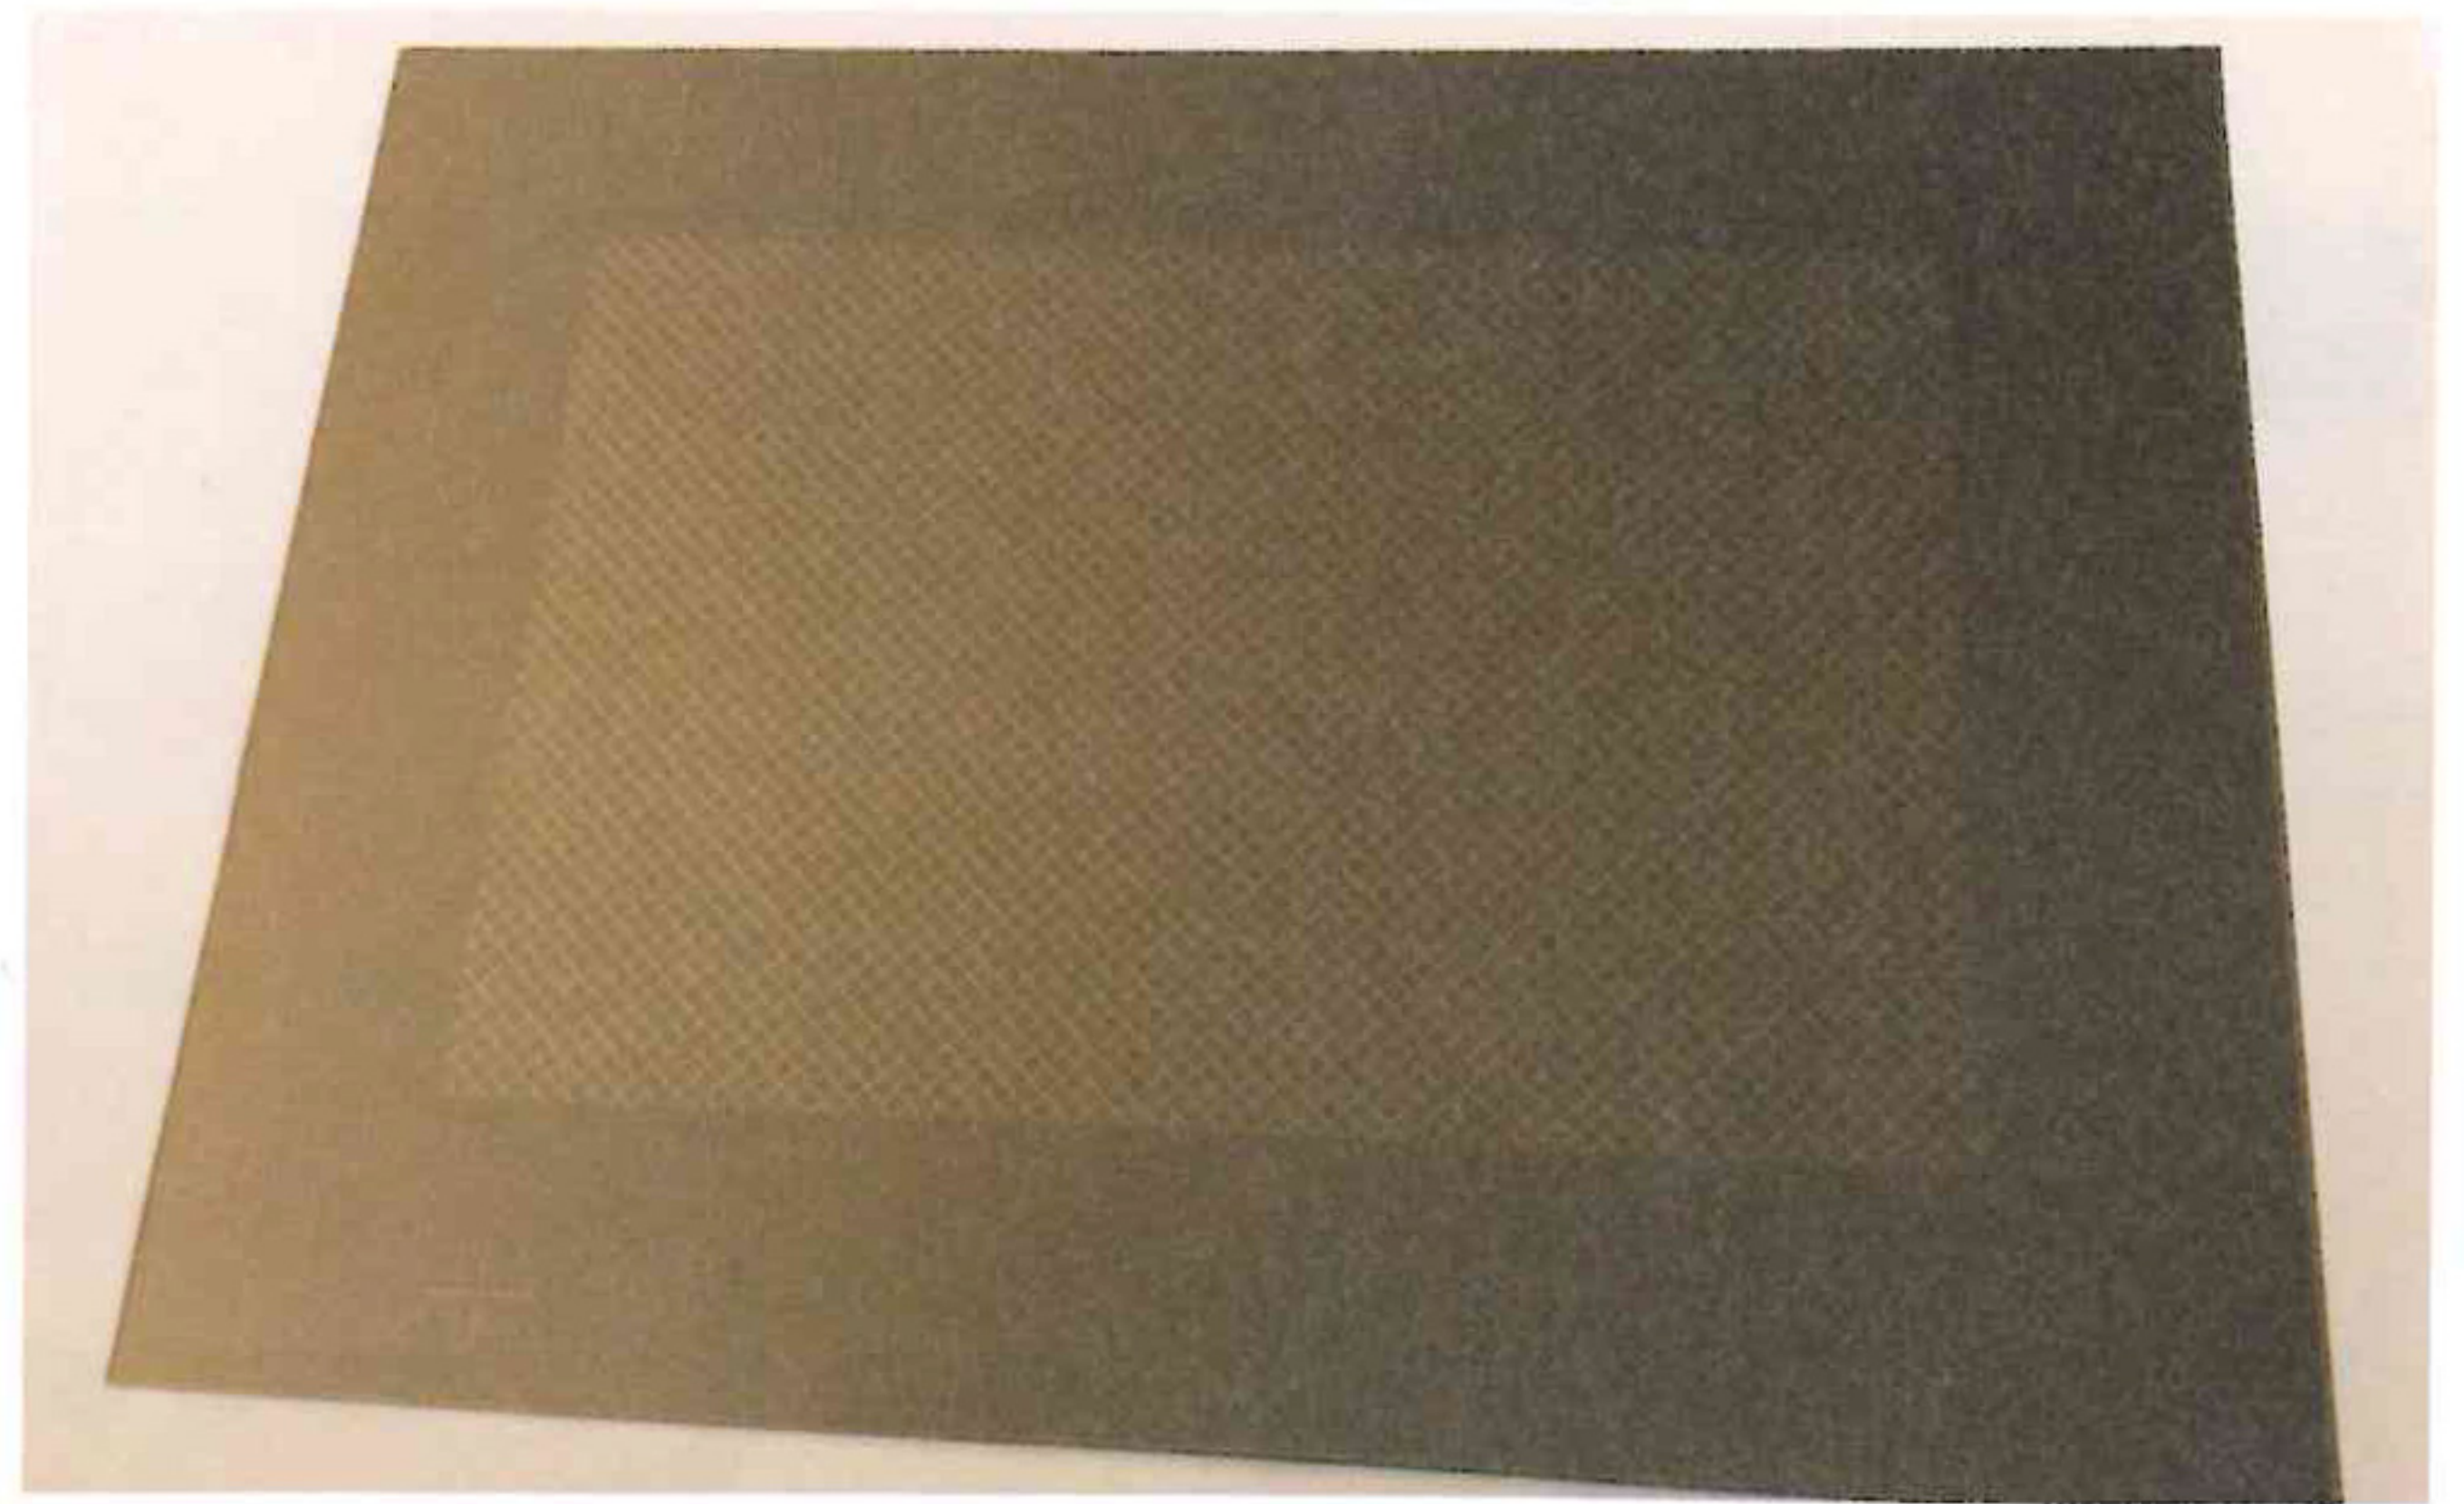
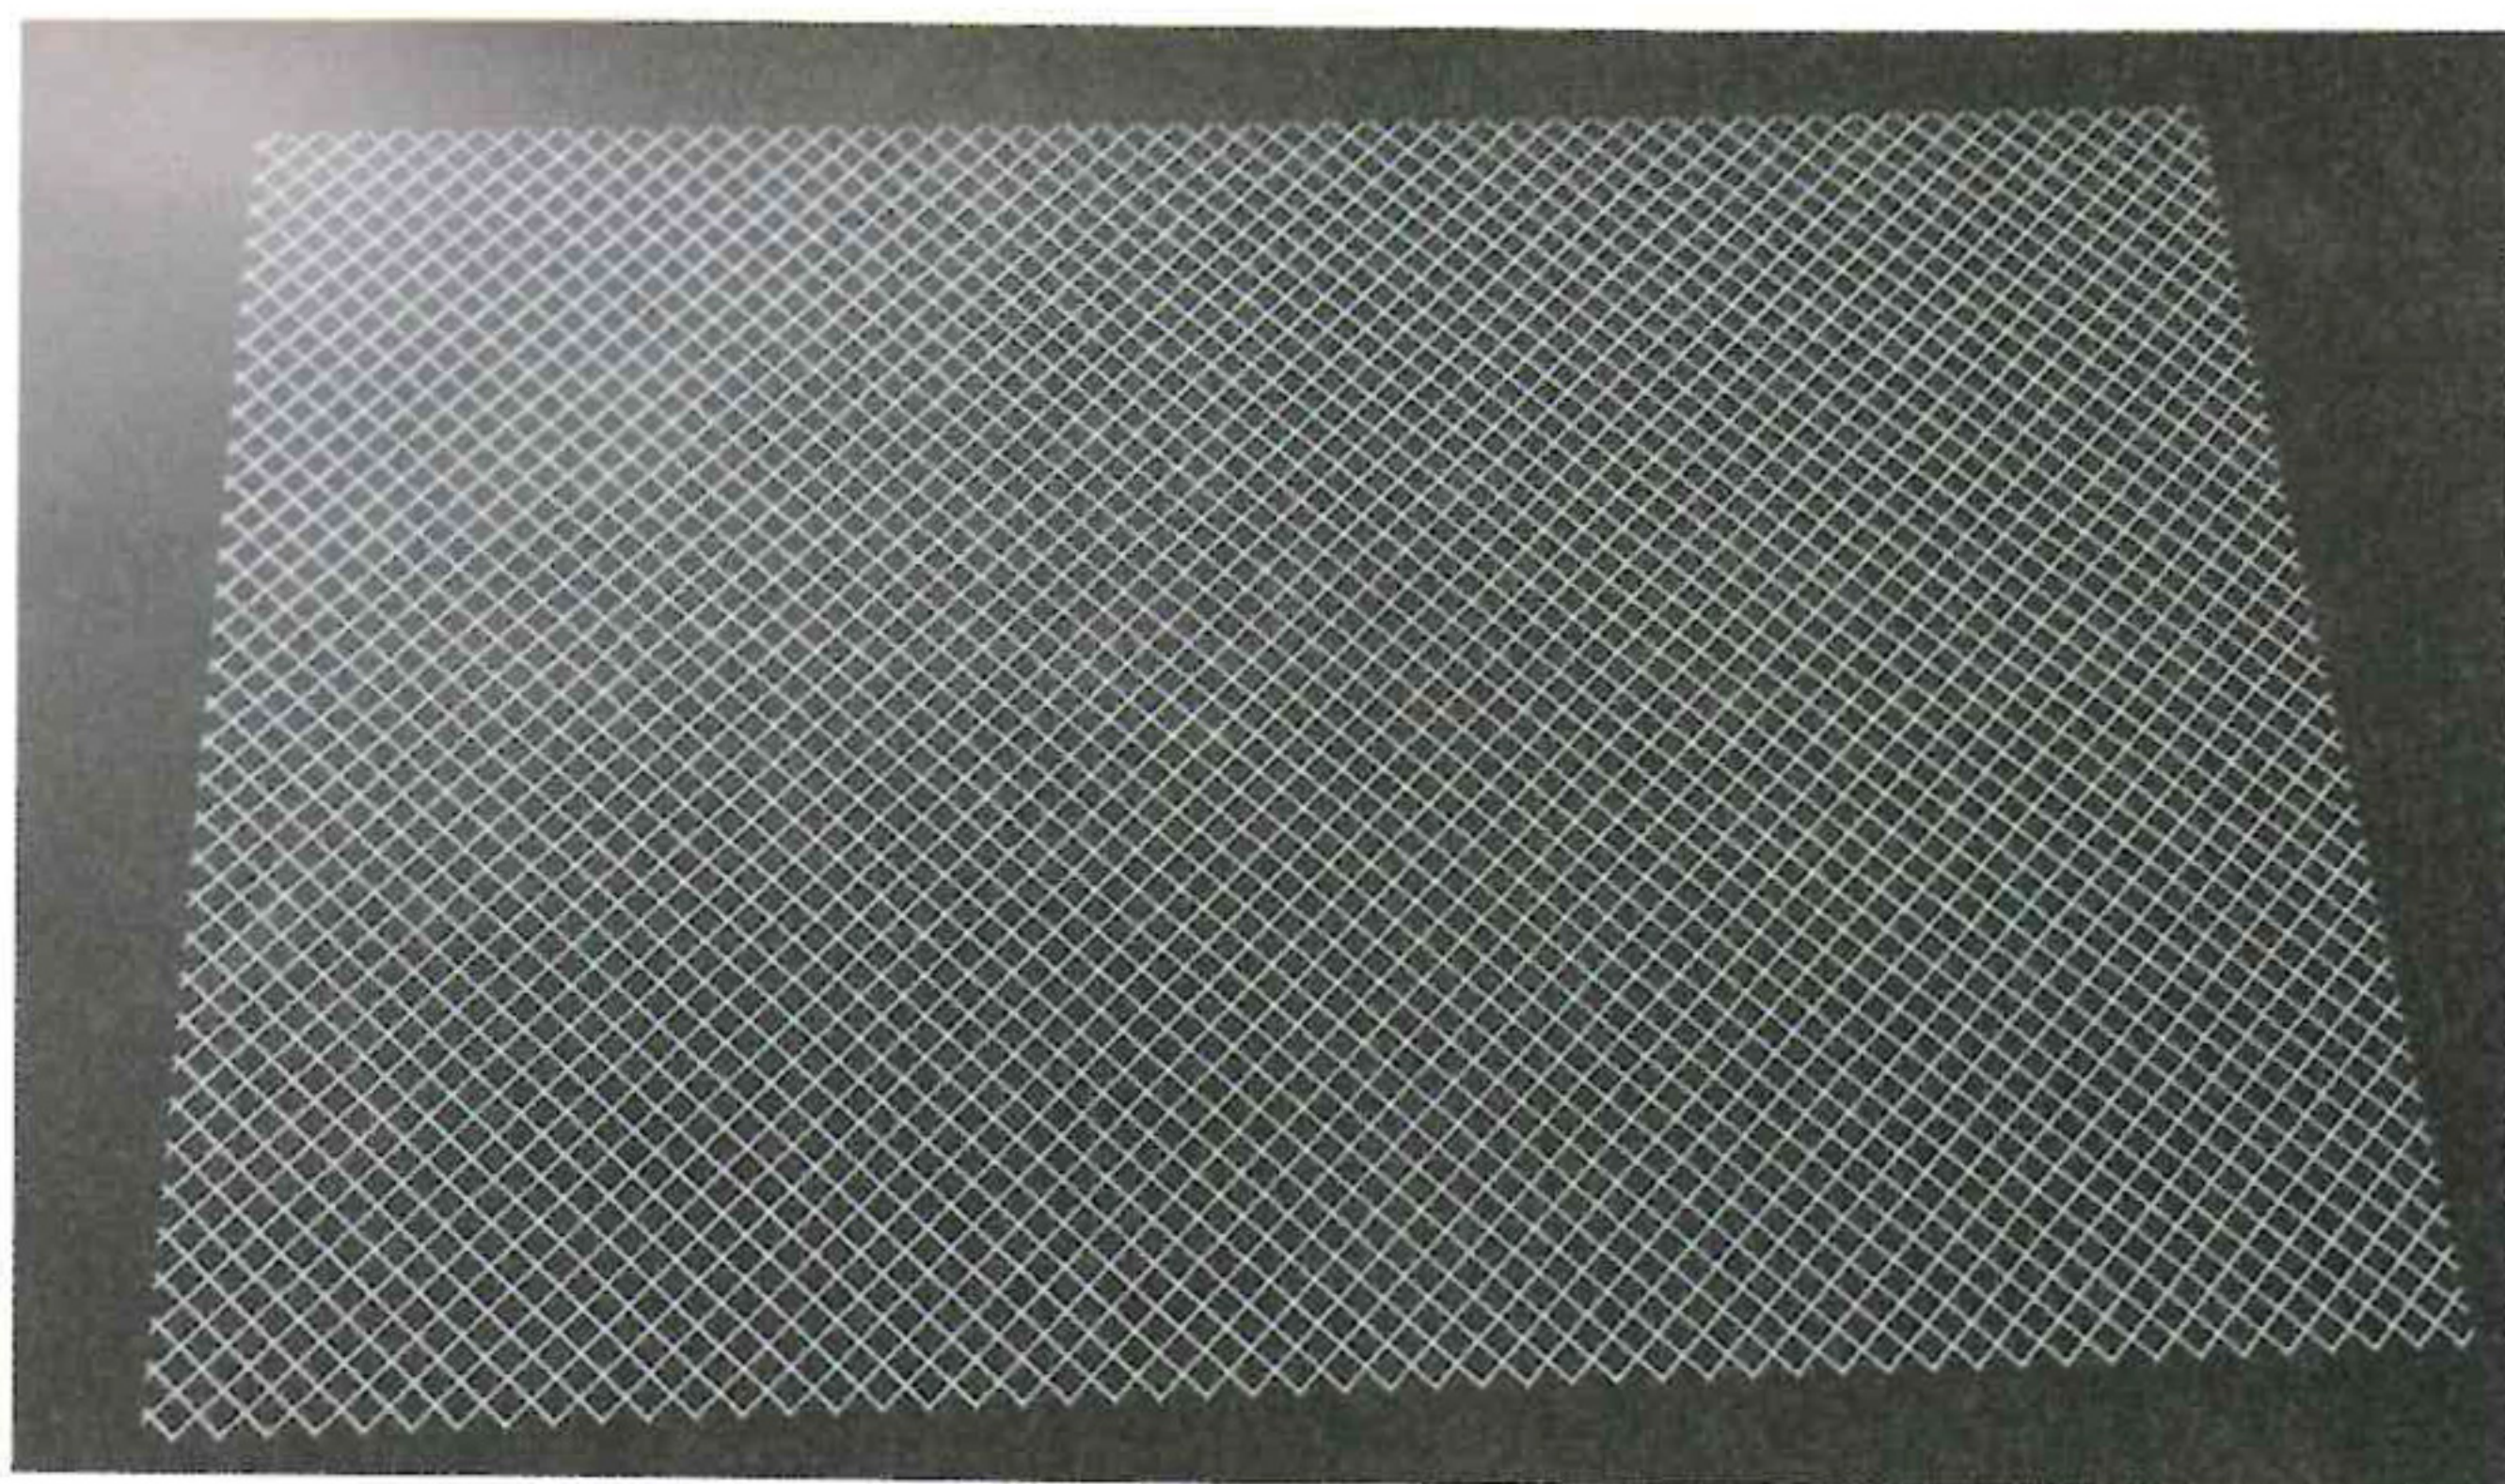

図2 CADデータを基に印刷版を作成目に見えない静電潜像ができる)
図3 トナーで現像 (静電潜像が見える)
- ③ CADデータを基に印刷版を作成する。(図2)
- ④ フィルムに印刷版を重ねて電圧を印加する。(目に見えない静電潜像ができる)
- ⑤ トナーで現像する。(目に見えない静電潜像が可視化する)(図3)